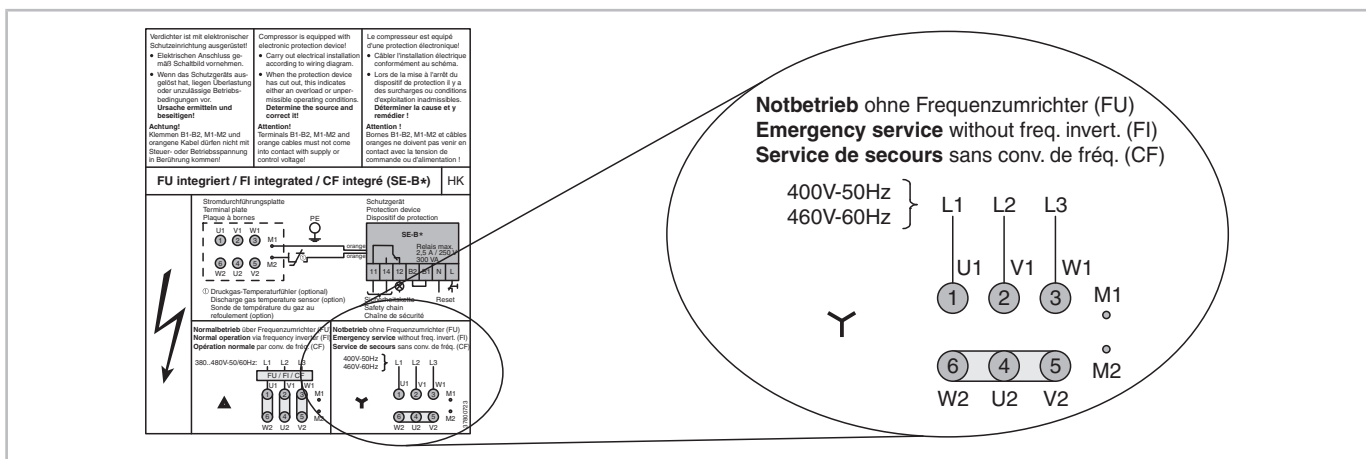

Abb. 12: Aufkleber im Anschlusskasten der Verdichter mit .F1 (Notbetrieb)
Verdichter direkt an die Spannungsversorgung anschließen (siehe Abbildung 12, Seite 18)
- ▶ Anschlussskizze für Verdichternotbetrieb befindet sich im Anschlusskastendeckel des Verdichters (siehe Abbildung 12, Seite 18).